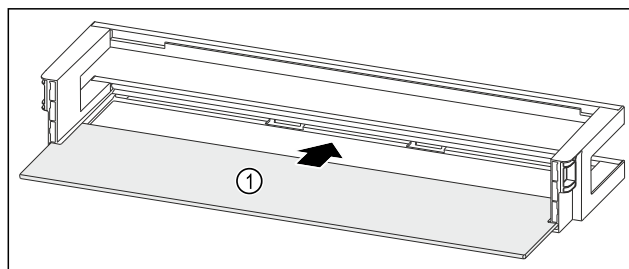

Fig. 148 Polica u vratima s policom za odlaganje
- ▶ Umetnite policu Fig. 148 (1) u bočna udubljenja.